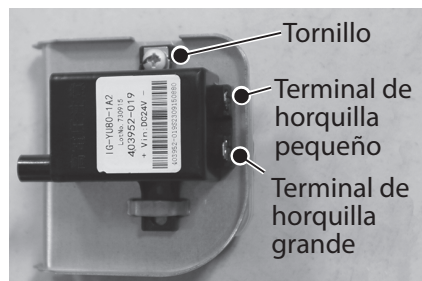

Figura 112 - Desconexión del conjunto de encendedor
- 11 Desconecte las dos conexiones de terminal de horquilla en la parte trasera del encendedor, y retire el conjunto de encendedor y el soporte del calentador de agua. Consulte la Figura 112.